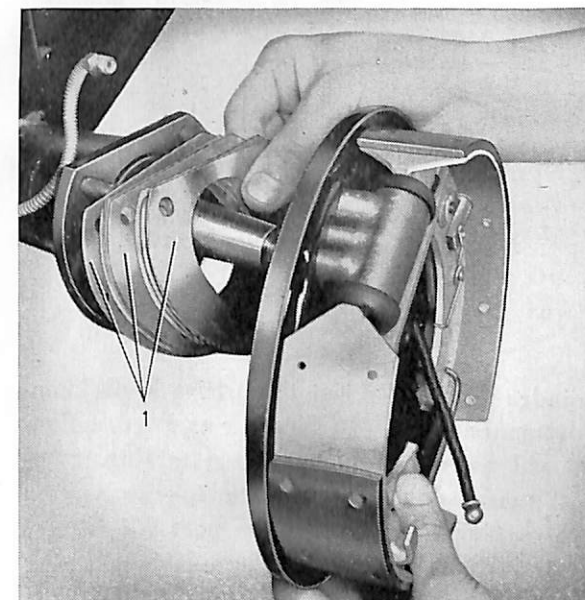
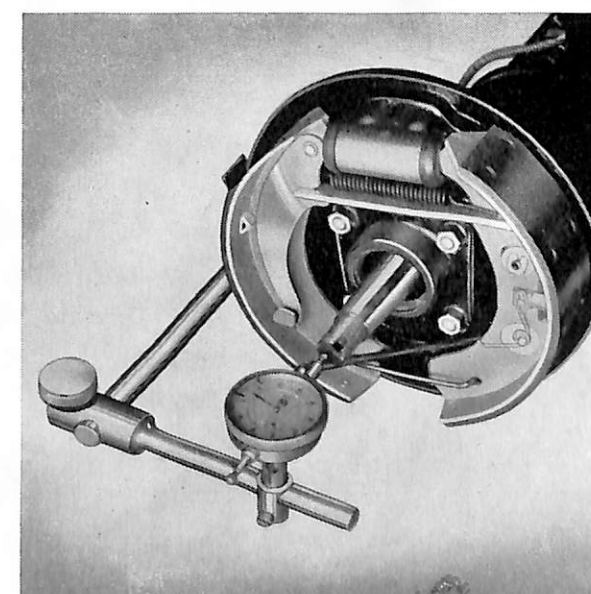

Bild 31. Mont. av bromssköld.
Bild 32. Mätning av axialspel för drivaxlar.
4. Montera bromssköldarna samt justermellanlägg (16) och hållare med filttätning (18), se bild 31. Kontrollera, ev. justera drivaxlarnas axialspel, se bild 32. Spelet skall vara 0,07—0,20 mm.